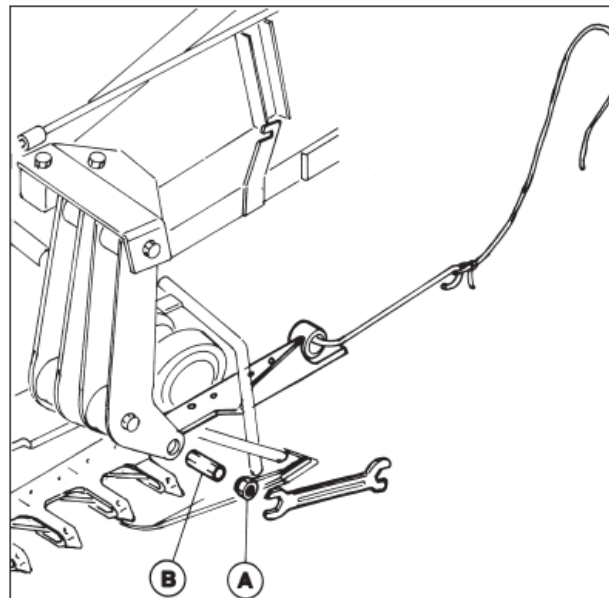

FIG. 9.1
Per estrarre la lama di taglio, allentare e sfilare il dado (A) e la boccola (B) (Fig. 9.1).
Para extraer las cuchillas de corte, aflojar y extraer la tuerca (A) y el casquillo (B) (Fig. 9.1).
To replace blade loosen and remove nut "A" and bush "B" as shown in drawing (Fig. 9.1).
Pour extraire la lame de coupe, desserrer et enlever l'écrou (A) et la bague (B) (Fig. 9.1).